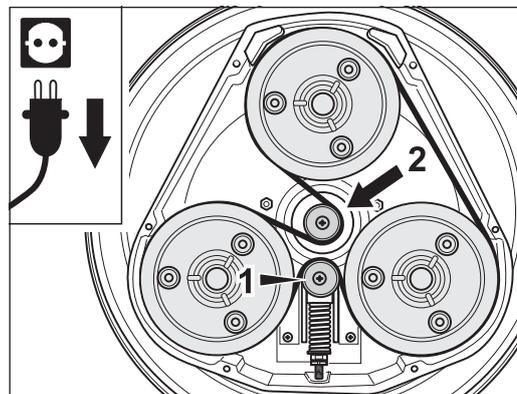

Fig. 43 Lorsque le tendeur de courroie dentée est en bas, placez la boucle de la courroie dentée autour du pignon d'entraînement par la gauche.
**Veillez à ce que la courroie soit correctement posée sinon, la machine risque d'être endommagée !** Lorsque le tendeur de courroie dentée se trouve **en bas**, la boucle de la courroie doit être posée autour du pignon d'entraînement par la **gauche** (fig. 43).